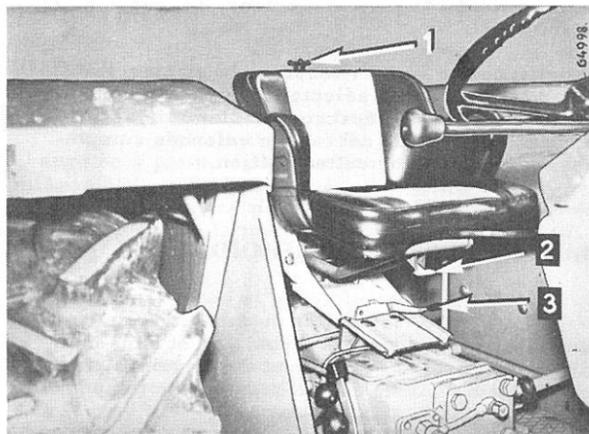

Fig. 16
Le siège du conducteur est réglable d'avant en arrière, au moyen de glissières, afin de procurer au conducteur le meilleur confort. Desserrez la manette située à la gauche du siège (3) Fig. 16 et déplacez le siège vers l'avant ou vers l'arrière jusqu'à la position désirée, puis resserrez la manette pour bloquer le siège.